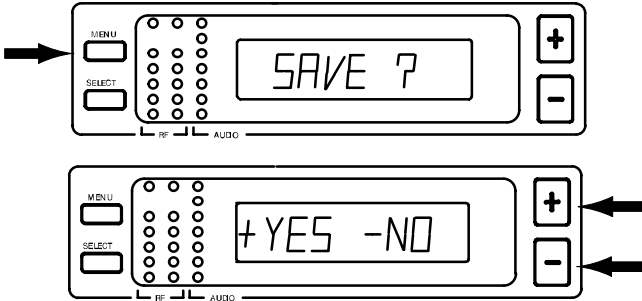

ABBILDUNG 24
- Wenn die neue Bezeichnung ganz eingegeben ist, die MENU-Taste drücken. „SAVE?“ erscheint, gefolgt von „+ YES – NO“. Durch Drücken der „-“ Taste zur ursprünglichen Einstellung zurückkehren oder um die neue Bezeichnung zu speichern und zur Gruppen/Kanal/TV-Anzeige zurückzukehren (Abbildung 24).